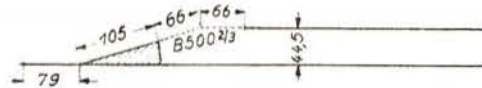

Bild 8 Anschluß eines Parallelgleises bei verkleinertem Gleisabstand; Maßstab 1:10.
- Anschluß eines Parallelgleises bei verkleinertem Gleisabstand (Bild 8)